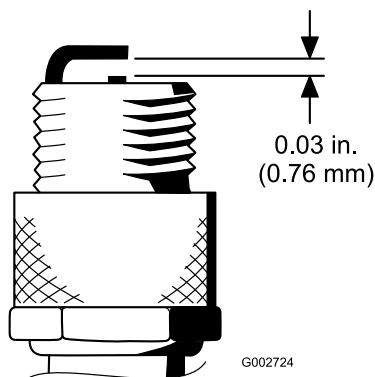

Figura 38
4. Ajuste a folga existente entre a zona central e lateral do elétrodo para 0,76 mm, como se mostra na Figura 38.